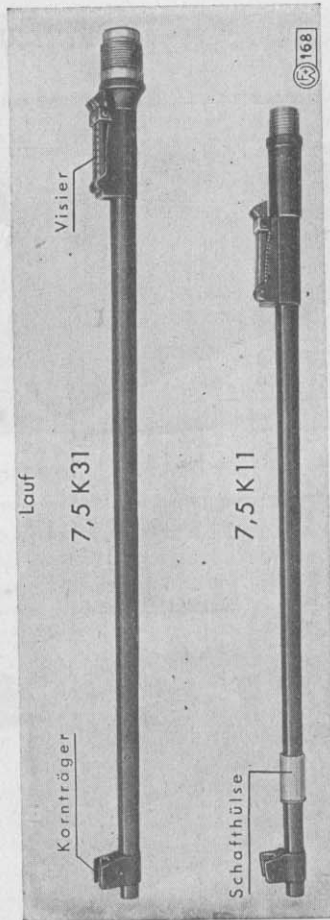

Fig. 3
9. Die Zielvorrichtung (Fig. 3) ist am Lauf angebracht. Sie besteht aus Visier und Korn.